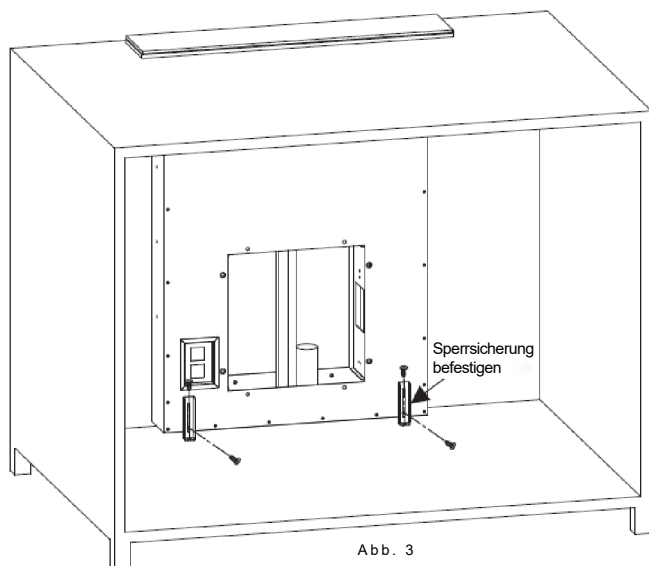

Abb. 3
2. Setzen Sie die Dunstabzugshaube in den Ausschnitt im Einbauschränk ein. (Siehe Abbildung 2) Verwenden Sie 4 Schrauben ST4\*8 und ST4\*14 und befestigen Sie die Abzugshaube mit der Sperrsicherung (Siehe Abbildung 3).